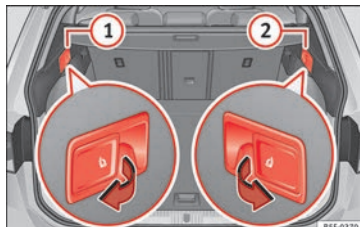

Fig. 152 Na bagageira: alavancas para desbloqueio à distância das partes esquerda (1) e direita (2) do encosto traseiro.
- Puxe a alavanca de desbloqueio à distância da parte esquerda » Fig. 152 (1) ou direita (2) do encosto no sentido da seta. A parte desbloqueada do encosto traseiro rebate-se automaticamente para a frente.